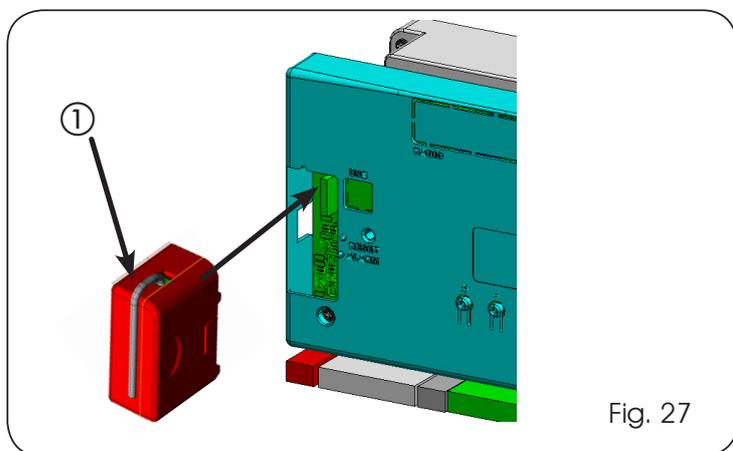

Fig. 27
L'armoire électronique est munie d'un système de décodage (DS, SLH, LC/RC) bicanal intégré appelé OMNIDEC. Ce système permet de mémoriser, par l'intermédiaire d'un module récepteur supplémentaire (Fig. 27 réf. ①) et de radiocommandes de la même fréquence l'ouverture totale (OPEN A) et l'ouverture partielle (OPEN B) de l'automatisme.
① Les 3 types de codage radio (DS, SLH, LC/RC) ne peuvent pas coexister simultanément sur les deux canaux. On peut introduire un maximum de 256 codes radio, répartis entre OPEN A et OPEN B.
① Pour utiliser différents systèmes de codage sur le même canal, terminer l'apprentissage d'un système puis répéter la procédure pour l'autre.
① D'autres programmations des canaux radio sont possibles à travers la programmation à partir de l'OI (voir instructions spécifiques). Par ex., on peut sélectionner sur le canal radio une commande OPEN automatique qui commande un cycle automatique (ouverture-pause-fermeture) indépendamment de la logique sélectionnée (voir instructions spécifiques de l'OI).